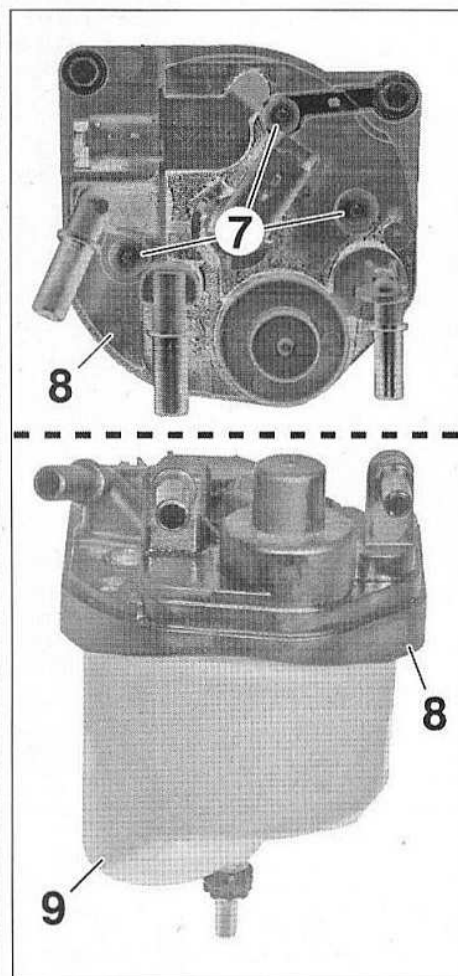

FIG.72
- Déverrouiller la vis de purge d'eau (4) en la tournant dans le sens horaire puis en la soulevant jusqu'en butée.
- Débrancher les raccords (5).
- Déposer les vis (6).
- Déposer les vis (7) (Fig.72).
- Séparer le couvercle (8) de l'élément filtrant (9).